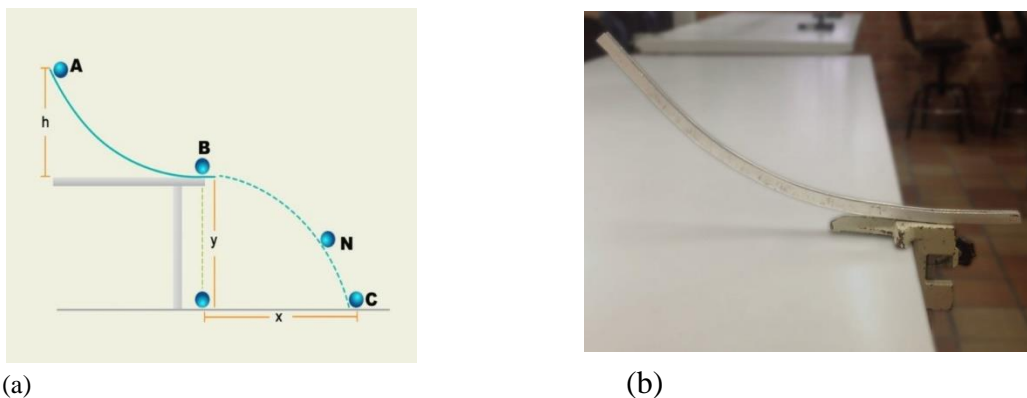

Figura 1. (a) Esquema general para el movimiento semiparabólico y las variables a medir. (b) Esquema experimental.
2. Inicie con la mayor altura sobre la rampa del montaje mostrado en la **figura 1** y suelte desde allí la esfera. Registre el alcance máximo midiendo desde el nivel del suelo hasta donde golpea el papel carbón. Repita la ejecución tres veces y registre valores (X_1 , X_2 , X_3) en la **tabla 1**. Repita el proceso anterior para la seis diferentes alturas de la rampa hasta el mesón.